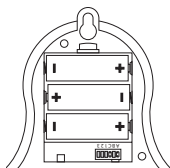

Figura 3
3. **Instale 3 pilas alcalinas tipo “AA”.** Asegúrese de que estén correctamente colocadas (vea la Figura 3).